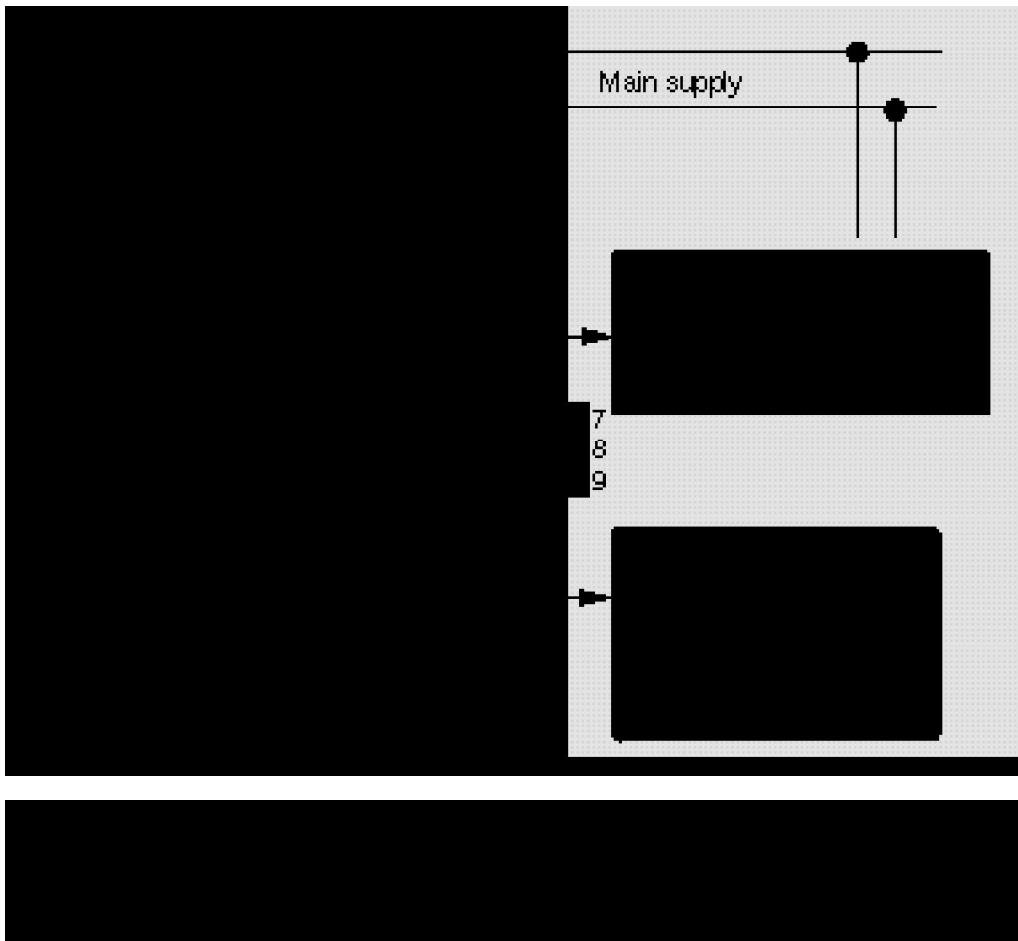

Fig.53
**Alimentatore:** il modulo fornisce in uscita (morsetti 3 e 4) una tensione di 24 Vdc (max 40 mA) galvanicamente isolata dalla tensione di ingresso (morsetti 1 e 2) di 24 Vac. Questo permette di collegare sonda e regolatore alla stessa alimentazione di 24 Vac come indicato nelle figure 53 e 54.
**Power supply:** this module provides a 24Vdc (max 40mA) output voltage (terminals 3 and 4) galvanically isolated from the 24Vac input voltage (terminals 1 and 2). This allows you to connect sensor and regulator to the same 24Vac power source as shown below in fig. 53 and 54.